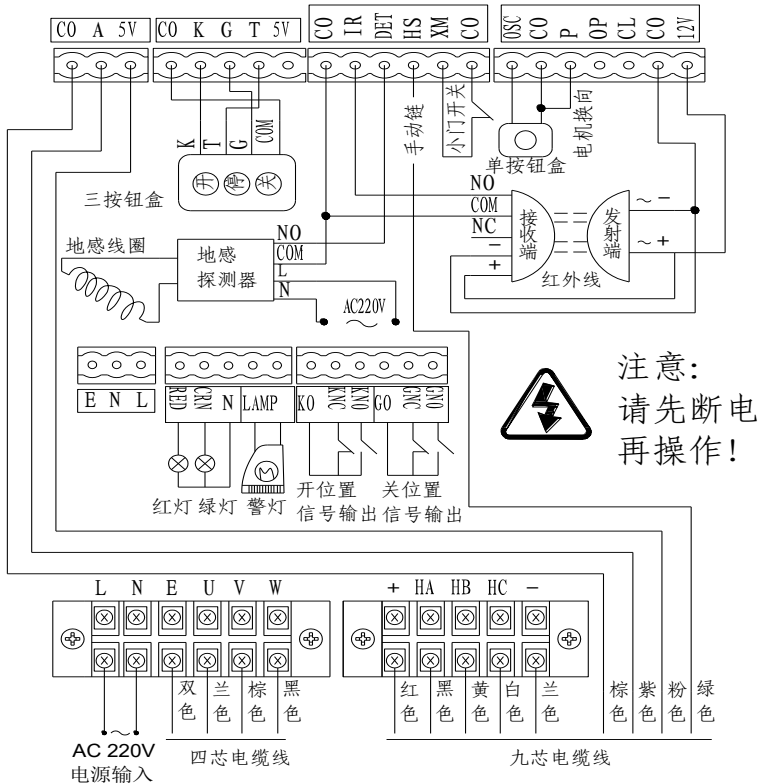

图 14
主机和电控箱由两组电缆线连接，输入电源为 AC220V /50Hz，具体接线见图 14。
2、功能接口图（图 14）